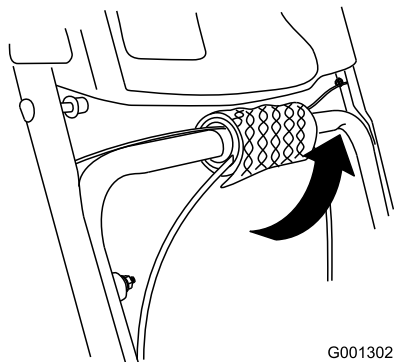

Рисунок 5
1. Снимите воздушно-пузырчатую упаковку с тросов на нижней рукоятке (Рисунок 5) и удалите упаковку в отходы.